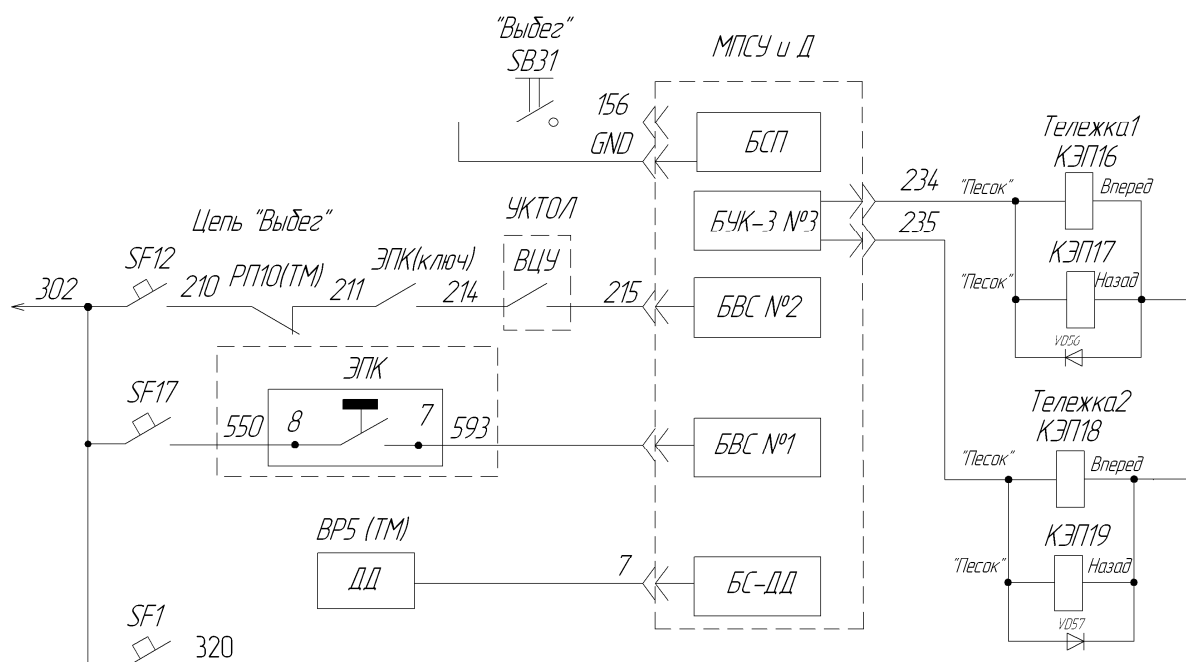

Рисунок 4.32 – Схема цепи «Выбег» и подачи песка при экстренном
4.3.16.1 Экстренное торможение в тяговом режиме. При установке поездного крана машиниста в положение VI (экстренное торможение) и достижении разрядки тормозной магистрали величины давления 0,35 МПа (3,5 кгс/см²), которое контролируется датчиком давления ВР5 («ТМ»), система МПСУ и Д дает команду на разбор схемы режима тяги (см. рисунок 4.32).
При срабатывании ЭПК замыкается его контакт в цепи проводов 550 и 593. При этом система МПСУ и Д получает сигнал по цепи (см. рисунок 4.32): провод 302, выключатель автоматический SF17, провод 550, пневматический контакт ЭПК, провод 593, БВС № 1 МПСУ и Д. Дальнейшая работа схемы не отличается от экстренного торможения в тяговом режиме.
Цепь «Выбег» представляет собой цепь последовательно соединенных контактов различных устройств (см. рисунок 4.32).